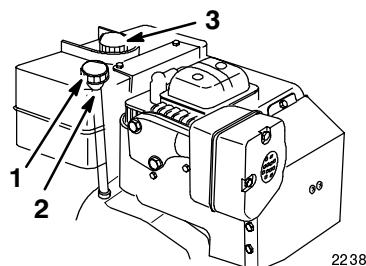

Figure 11
2. Nettoyez les abords de la jauge d'huile (Fig. 11).
3. Retirez la jauge du carter moteur (Fig. 11).
1. Nettoyez les abords du bouchon du réservoir d'essence (Fig. 11).